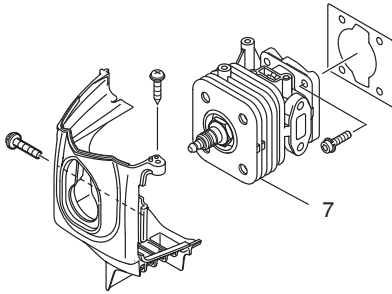

Fig. 16
**Limpieza de las aletas del cilindro (Fig. 16)**